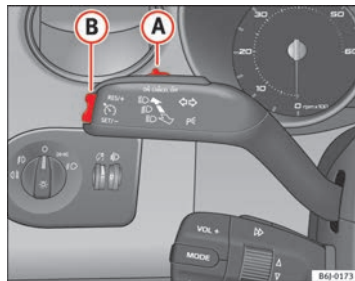

Abb. 111 Blinker- und Fernlichthebel: Schalter und Wippe für die Geschwindigkeitsregelanlage
- Schieben Sie den Schalter → Abb. 111 (A) nach links auf **ON**.